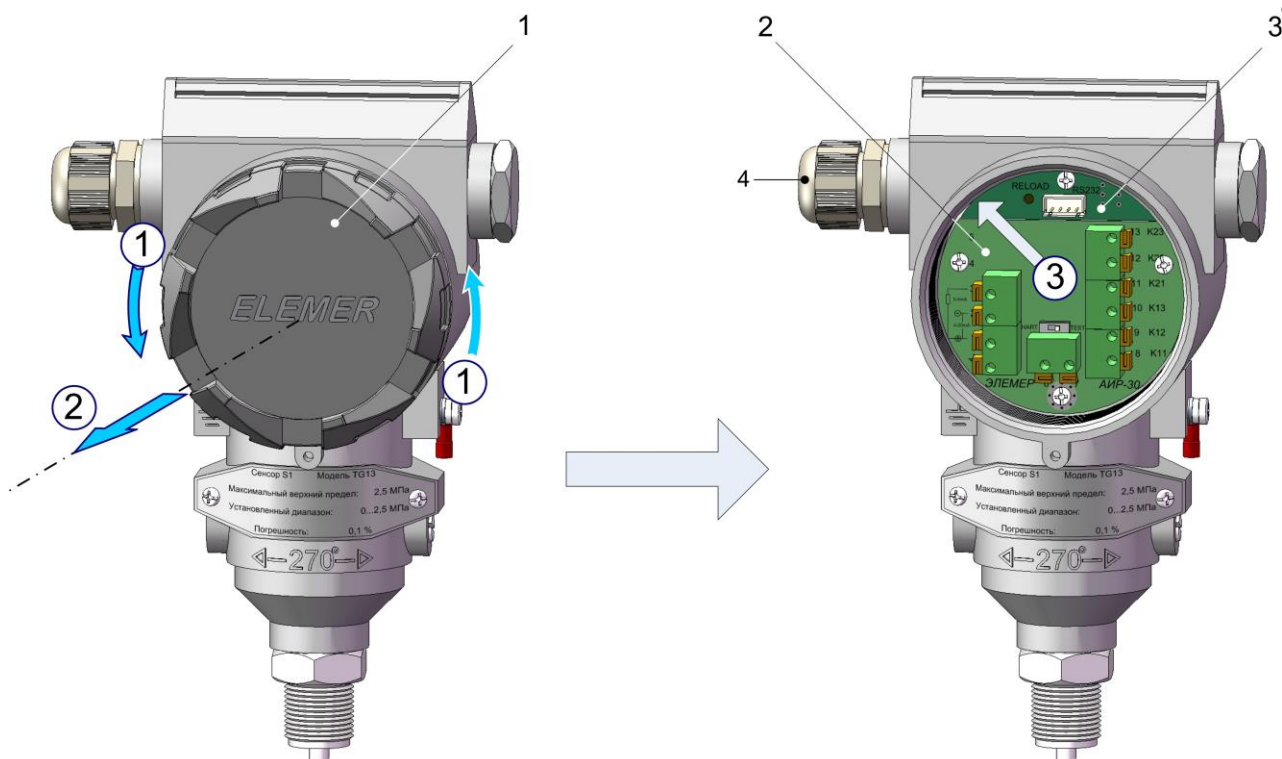

Рисунок 2.11
- отвинтить (в направлении стрелок **1**) и убрать (стрелка **2**) заднюю крышку 1 (см. рисунок 2.11);
Для доступа к элементам коммутации и контроля АИР-30 необходимо отвинтить (в направлении стрелок **1**) и убрать (стрелка **2**) заднюю крышку **1** (см. рисунок 2.11).